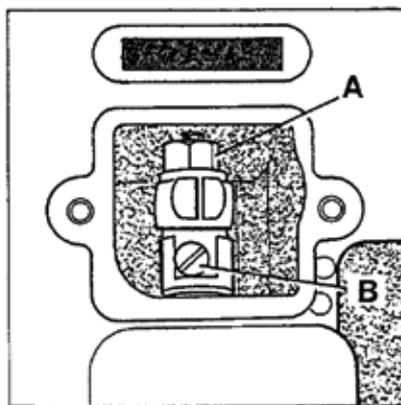

Fig.12
Loosen lock nut (A, Fig. 12) and turn stitch length adjusting screw (B)
Lösen Sie die Mutter (A, Fig. 12) und